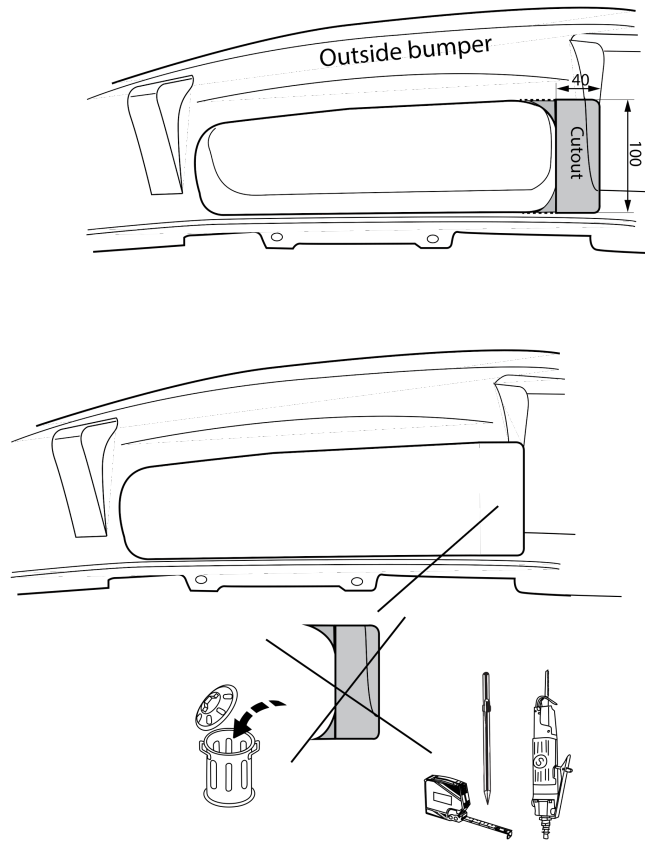

Fig. 2
7. Выпилить обозначенные части, как указано на рис. 2.